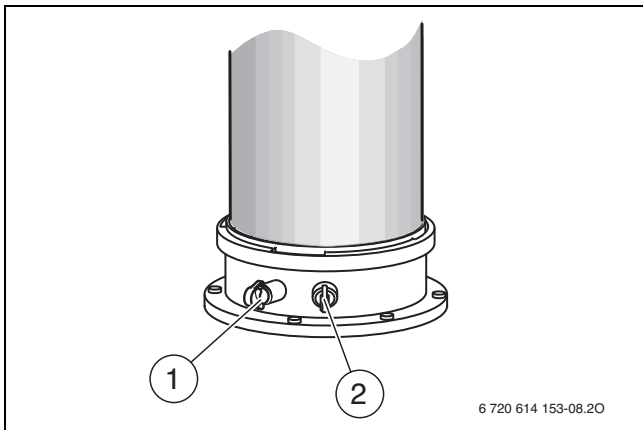

Bild 130 Abgasmessstutzen und Verbrennungsluft-Messstutzen
- ▶ Stopfen am Verbrennungsluft-Messstutzen (→ Bild 130, [2]) entfernen.
- ▶ Stopfen am Abgasmessstutzen (→ Bild 130, [1]) entfernen.